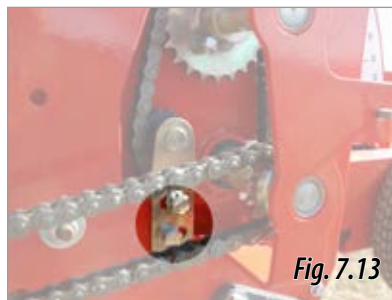

Fig. 7.13
- 2- Con la ayuda de una llave aflojar las tuercas de los tensores (Fig. 7.13).
- 4- Fijar la posición del tensor apretando las tuercas (Fig. 7.13).